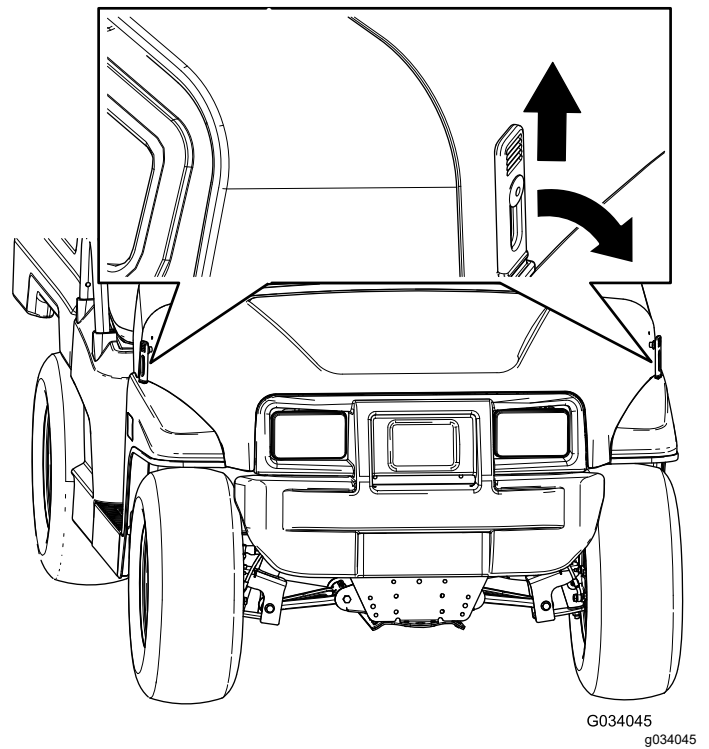

Figura 25
- Tire hacia arriba de los cierres de goma de cada lado del capó (Figura 25).
- Sujete el capó alineando los cierres de goma con los anclajes situados en cada lado del capó (Figura 25).